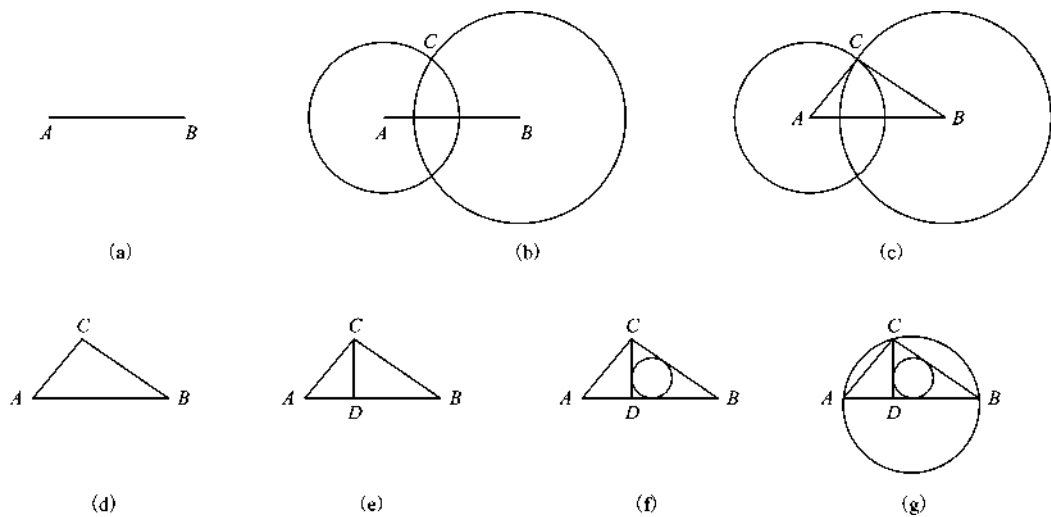

图 1-33 圆实例分步操作
- ① 绘制直线 AB，如图 1-33(a) 所示。
- ② 以 A 为圆心，以 AC 长 50 mm 为半径画圆。以 B 为圆心，以 BC 长 70 mm 为半径画圆。两圆交于 C 点，如图 1-33(b) 所示。
- ③ 连接 AC、BC，如图 1-33(c) 所示。
- ④ 删除两个辅助圆，结果如图 1-33(d) 所示。
- ⑤ 作 AB 边的高 CD，如图 1-33(e) 所示。
- ⑥ 利用“相切、相切、相切”画圆方式绘制三角形 DBC 的内切圆，如图 1-33(f) 所示。
- ⑦ 利用“三点”画圆方式绘制三角形 ABC 的外接圆，如图 1-33(g) 所示。